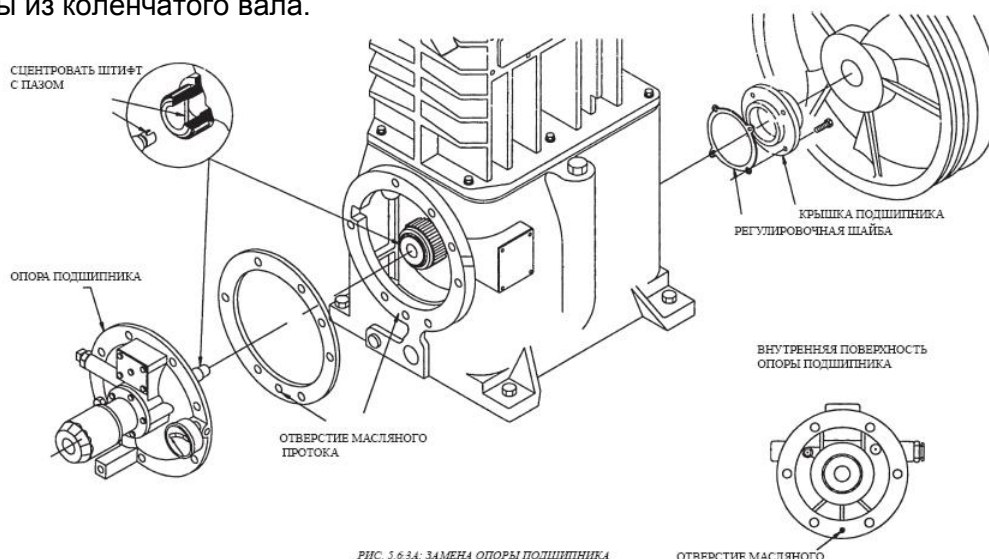

РИС. 5.6.3А: ЗАМЕНА ОПОРЫ ПОДШИПНИКА
2. Запрессовать новые подшипники на место и вновь установить коленчатый вал и опору подшипника на картер. При повторной установке опоры подшипника необходимо убедиться, что паз на валу масляного насоса выровнен со штифтом в коленчатом вале. Убедиться, что прокладка опоры подшипника установлена таким образом, что отверстие масляного протока не заблокировано (см. рис. 5.6.3А).